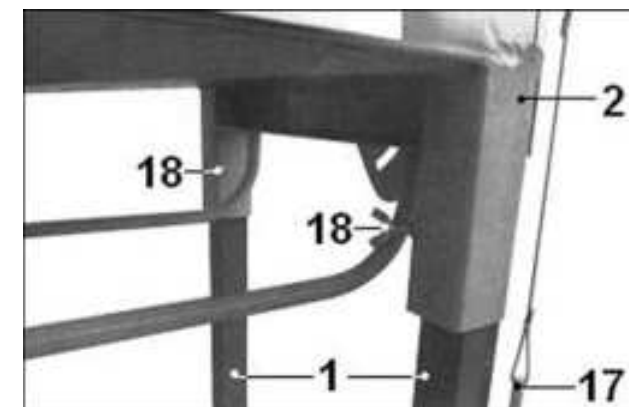

Рис. 4
### 9.1. Установка ножек (Рис. 4)
9.1.1. Вставьте ножки (1) до упора в специальные гнезда основания (2). Зафиксируйте положение ножек (1) барашковыми болтами крепления (18), как показано на Рис. 4.